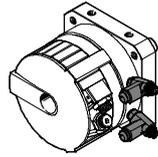

Fig. 20
- 请使用单向节流阀 GRLA 以调节摆动速度。将此阀直接拧在气接口上（Fig. 20）。